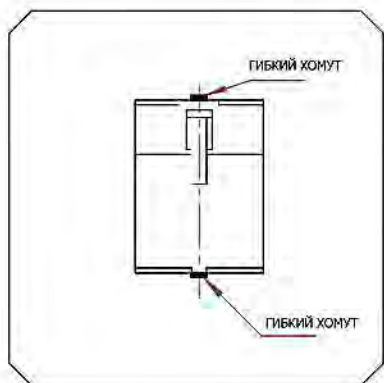

Рис.5
- См. рисунки 3 и 4. Поместите ручку (5) в положение А (см. рисунок 9), соедините ручку (5) с гидроузлом (10) с помощью штифта (2), и теперь нужно протянуть цепь (8) через отверстие в штифте (2). Покрутите ручку (5) в горизонтальном положении и выньте штифт (9). Сохраняйте штифт (9) для следующего использования. Подсоедините провода в ручке (5) и провода корпуса тележки через разъем (6). Можно использовать гибкий хомут для обеспечения надежного соединения (см. рисунок 5). После подсоединения проводов, закрепите провода на ручке 5 при помощи детали 7 в соответствии с рисунком 4.
- См. рисунки 4 и 6. Накрутите гайку на конце цепи (8) в паз пластины рычага (11).